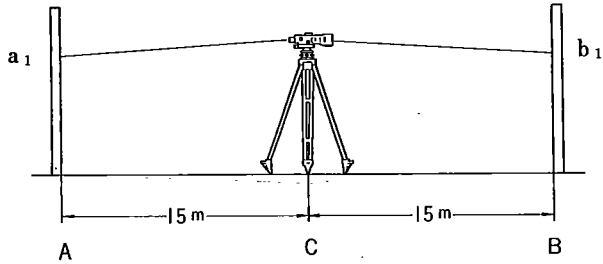

図25
- (1) 30m程離れた点A、Bに標尺を立てます。A、Bの中央Cにレベルを据え付けます。
- (2) まず後視してA点の標尺を読定し(a_1)、次に前視してB点の標尺を読定(b_1)します。(図25)